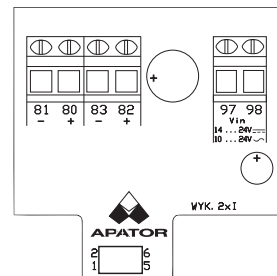

Fig. 30
2. 2x current output (Fig. 30):